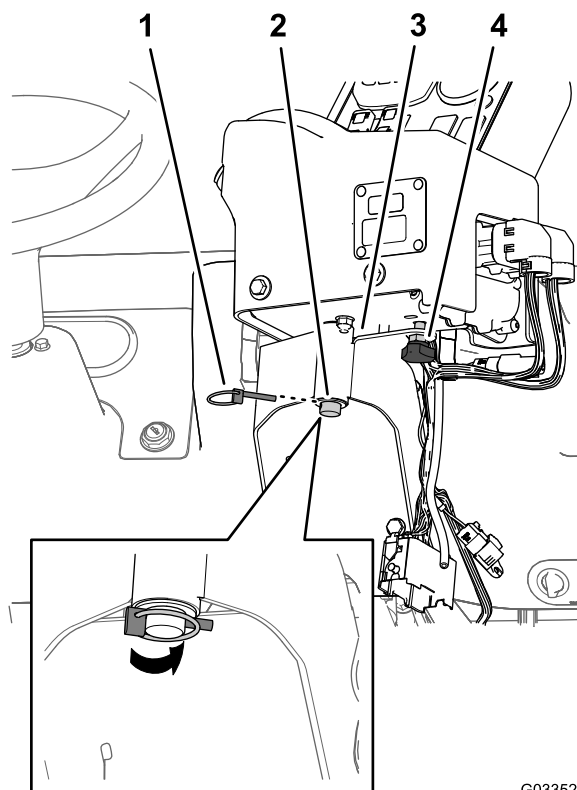

Figura 18
2. Instale a consola de controlo no suporte de montagem de controlo e prenda a consola utilizando o pino do clipe de mola (**Figura 18**).
3. Instale o botão manual e aperte-o para evitar que a consola rode durante a operação (**Figura 18**).